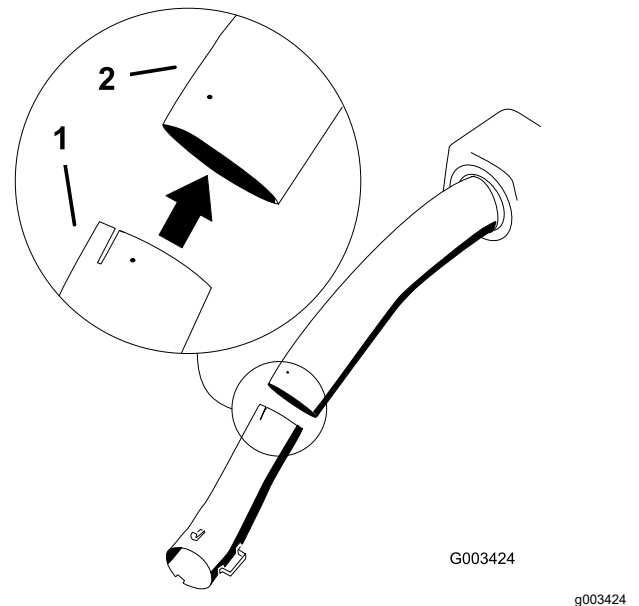

Figura 42
5. Instale el tubo inferior en el tubo superior (Figura 42).